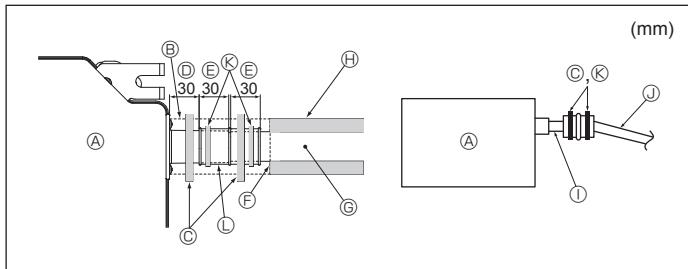

Fig. 6-2
- Anslut kondensvattenanslutningen (levereras med enheten) till kondensvattenutloppet. (Fig. 6-2)